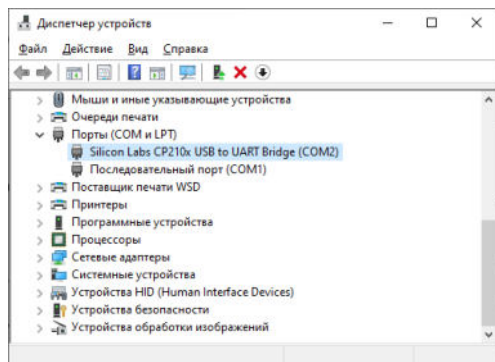

Рис.3. Окно Диспетчера устройств.
- 6.1.4. Установите номер COM-порта, к которому подключен преобразователь, и нажмите кнопку «Установить связь». Номер порта можно определить в окне «Диспетчер устройств», добраться до которого можно из панели управления Windows: «Панель управления\Все элементы панели управления\Система...». Кликнув по строке «Порты (COM и LPT)», вы увидите в строке «Silicon Labs CP210x USB to UART Bridge (COM2)» номер порта (COM2 на рис. 3). Номер порта может отличаться.